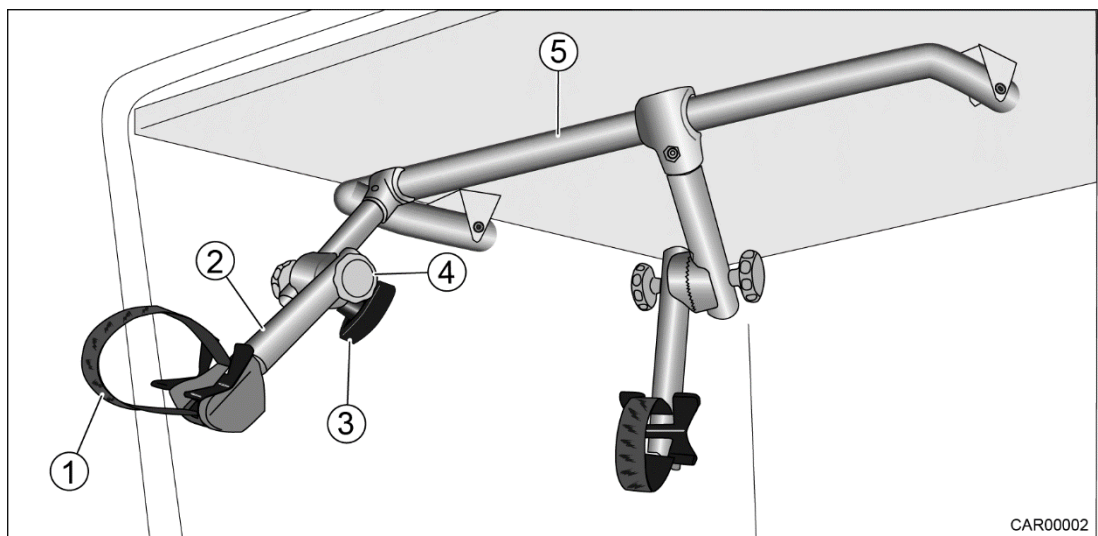

Fig. 3 Barres de fixation dans le garage à vélo électrique
5. Rabattre l'étrier (Fig. 3/5) vers l'avant.
12. Pivoter l'étrier (Fig. 3/5) avec les barres de fixation (Fig. 3/2) vers le bas.
13. Desserrer les deux vis (Fig. 3/3 et 4).
14. Pivoter la barre de fixation (Fig. 3/2) sur la position souhaitée.
15. Serrer à fond les vis (Fig. 3/3 et 4).
16. Fixer le volant du vélo électrique avec la courroie dentée (Fig. 3/1) à la barre de fixation (Fig. 3/2).